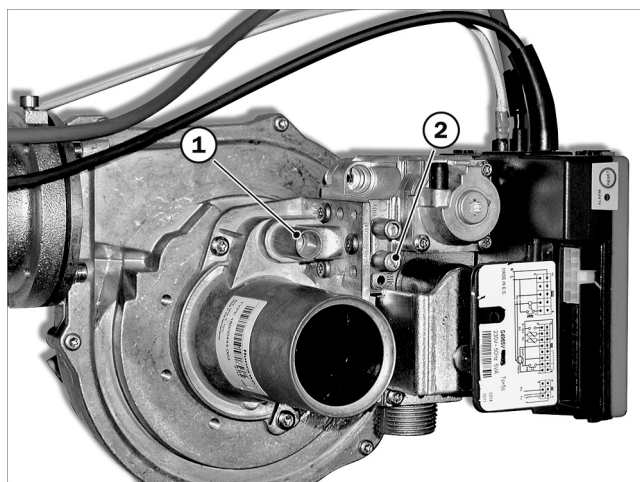

Abb. 54: Brenner einstellen
- Zum Überprüfen des Fließdrucks des Gases bei laufendem Brenner, dient der Messstutzen → Abb. 54 (2).